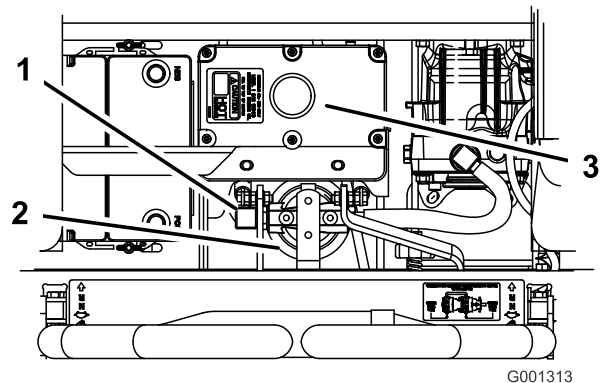

Figure 73
4. Débranchez la conduite hydraulique droite qui est raccordée à l'adaptateur (Figure 73).
6. Rebranchez la conduite hydraulique droite à l'adaptateur (Figure 73).